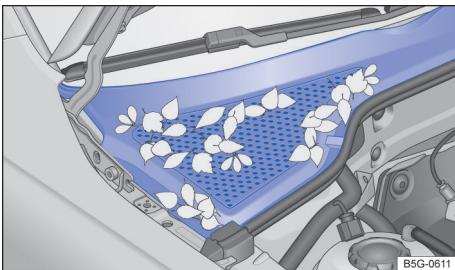

Fig. 168 Entre o compartimento do motor e o para-brisa: caixa de água (representação esquemática).
- A caixa coletora de água está localizada no compartimento do motor, entre o para-brisa e o motor e sob uma cobertura perfurada → Fig. 168. O ar ambiente é sugado da caixa coletora de água para o interior do veículo por meio do sistema de aquecimento e ventilação ou do ar-condicionado.